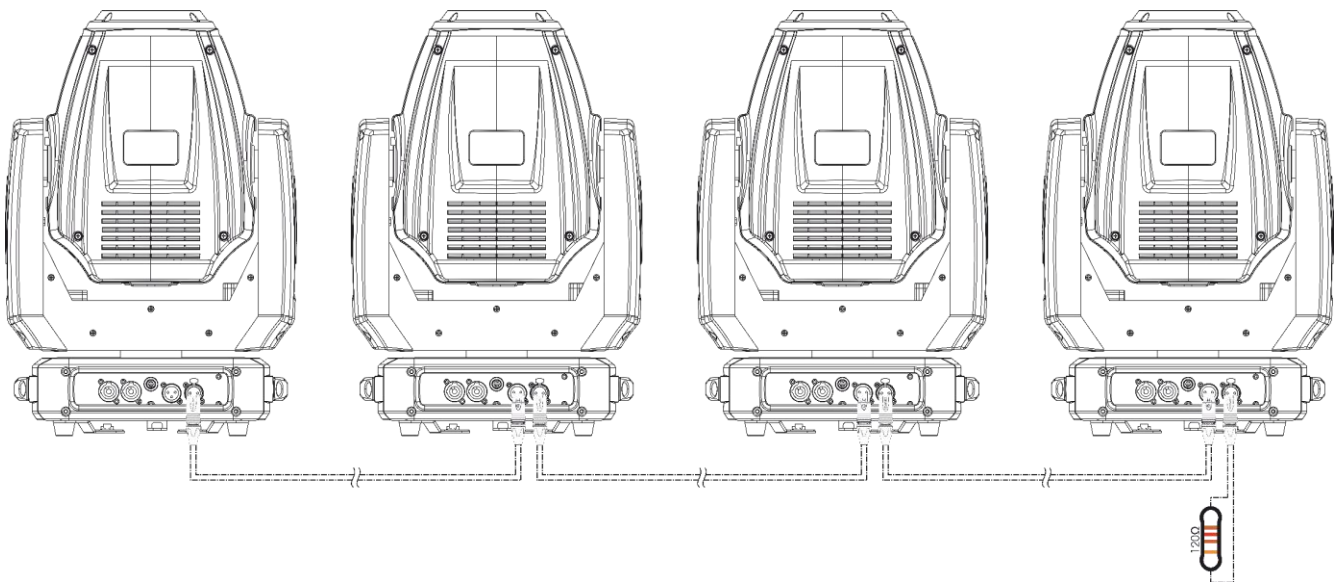

Abb. 09
- 06) Verbinden Sie die gewünschte Anzahl an Geräten auf diese Weise, wie in Abb. 09 gezeigt. Das zuerst verbundene Gerät wird automatisch zum Master-Gerät.